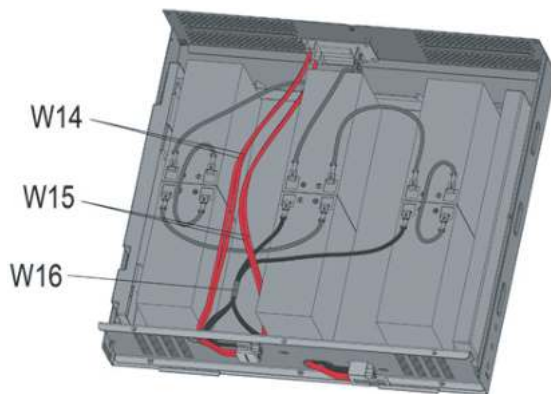

Рис. 2-5
(2) Подсоедините провод аккумулятора (w14, w15, w16) в соответствии с Рис. 2-5.